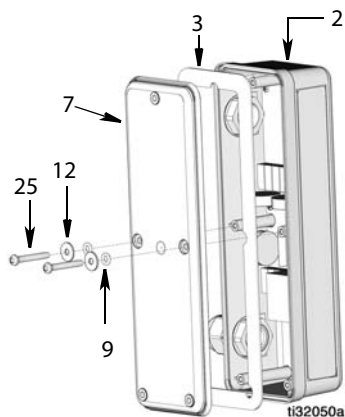

Рис. 34
4. Снимите два винта (12), шайбы (25) и уплотнительное кольцо круглого сечения (9) с крышки регулятора пневматического насоса (7) и снимите крышку и уплотнитель (3) с корпуса электроники регулятора пневматического насоса (2) (Рис. 34).
5. Установите уплотнитель (3) внутри крышки регулятора пневматического насоса (7) (Рис. 34).
6. Установите крышку на корпус регулятора пневматического насоса (2). Убедитесь, что все отверстия под винты в крышке и корпусе совпадают (Рис. 34).